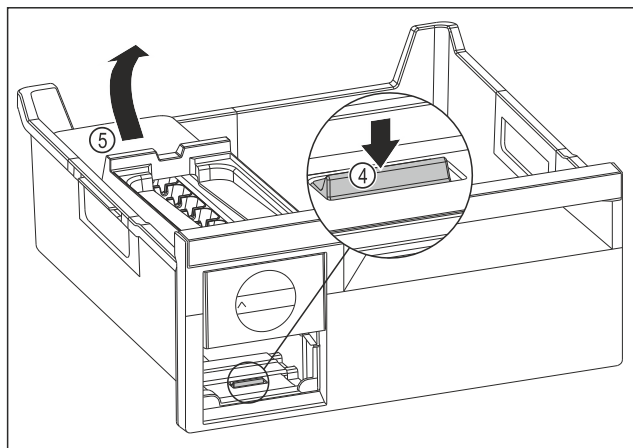

Fig. 145
- ▶ Odoberte korpus EasyTwist-Ice: Strmeň Fig. 145 (4) zatlačte prstom nadol a súčasne druhou rukou zdvihnite zozadu korpus EasyTwist-Ice Fig. 145 (5).